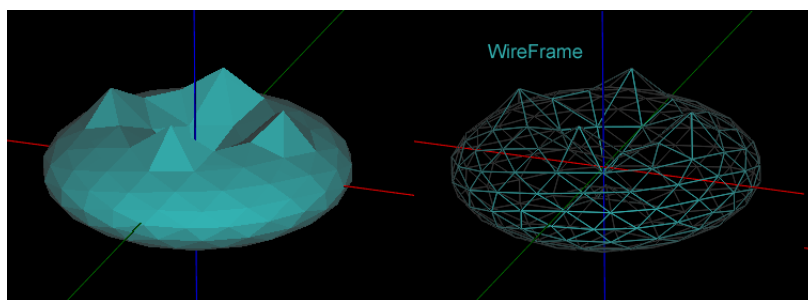

Figura 1.6.: Wireframe
- **Wireframe** - attiva/disattiva la visualizzazione degli **Oggetti** 3D in superfici ombreggiate o modalità wireframe, vedi Figura 1.6.